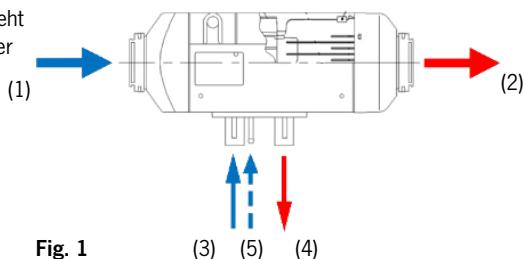
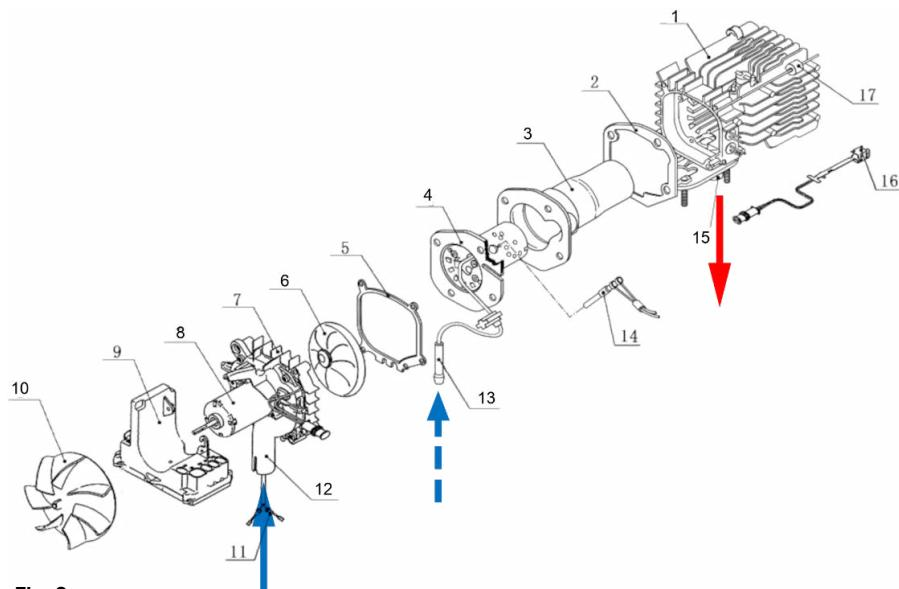
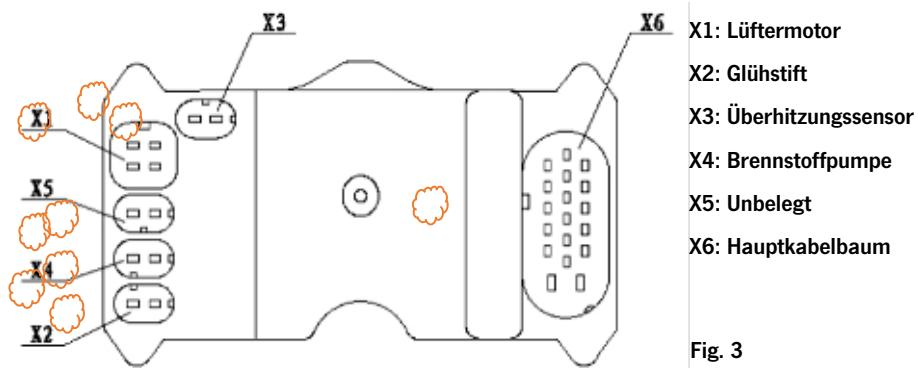

Fig. 1
Fig. 2
Fig. 3
Das System besteht aus einem Brenner [Seite 12 Fig. 2 (4)] und einer Brennkammer [Seite 12 Fig. 2 (3)] die sich innerhalb eines Wärmetauschers befinden [Seite 12 Fig. 2 (1)].
Kalte Luft wird mit Hilfe eines Impellers angesogen und in den Luftkanal hineingedrückt. [Fig. 1 (1)] [Seite 12 Fig. 2 (10)]. Nach Passieren des Wärmetauschers wird erhitzte Luft ausgeblasen [Fig. 1 (2)].
Für den Verbrennungsprozeß sind Diesel als Brennstoff sowie Sauerstoff notwendig. Der Brennstoff wird über einen Einlaßstutzen zum Brenner geleitet [Fig. 1 (5)] [Seite 12 Fig. 2 (13)], um dort nach der Einspritzung mit Hilfe eines Glühstiftes entzündet zu werden [Seite 12 Fig. 2 (14)]. Die entstehende Flamme gelangt am Ende des Brenners in den Raum zwischen Brenner [Seite 12 Fig. 2 (4)] und Brennkammerwand [Seite 12 Fig. 2 (3)]. Über deren Kontakt zum Wärmetauscher [Seite 12 Fig. 2 (1)] wird dieser erhitzt.
Die Versorgung von Sauerstoff für die Verbrennung erfolgt über einen Zuluftstutzen [Fig. 1 (3)] [Seite 12 Fig. 2 (12)]. Der innere Impeller [Seite 12 Fig. 2 (6/8)] saugt die Luft an und drückt sie in den Brenner. Nach erfolgter Verbrennung werden die Abgase über den Abgasstutzen [Fig. 1 (4)] [Seite 12 Fig. 2 (15)] abgeführt.
Die Steuereinheit [Seite 12 Fig. 2 (9)] befindet sich im vorderen Teil des Heizerates hinter dem Impeller für die Heizluftzufuhr. Ihre Hauptaufgabe besteht darin alle Systemdaten zu sammeln (Daten von: Temperatursensoren, Antriebsdaten, Impulse, Drehzahlen, Spannungen usw.).
Der Überhitzungssensor [Seite 13 Fig.3-(X3)] befindet sich am hinteren äußeren Ende des Wärmetauschers [Seite 12 Fig.2-(16)]. Sofern die Temperatur des Aluminiumkörpers eine im System definierte Grenze überschreitet, wird die Brennstoffpumpe durch die Steuereinheit abgeschaltet und die Brennstoffzufuhr sofort gestoppt. Daraufhin wir das Heizgerät zum Schutz vor Überhitzung abgeschaltet. Der Lüfter läuft solange weiter, bis eine im System hinterlegte Temperatur unterschritten wird.